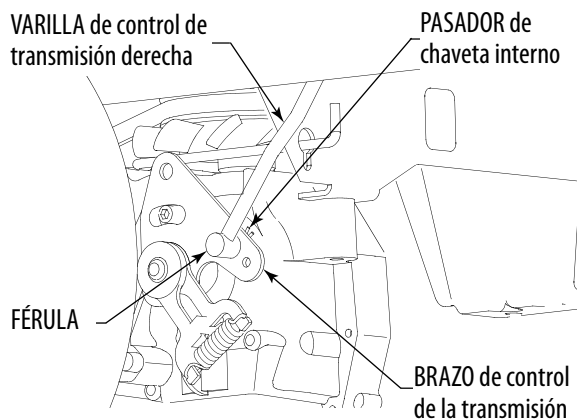

Figura 7-9
- Si solamente gira una rueda, ubique la varilla de control de transmisión debajo del bastidor, delante del neumático trasero. Si las dos ruedas rotan, ubique las dos varillas de control. Vea la Figura 7-9.